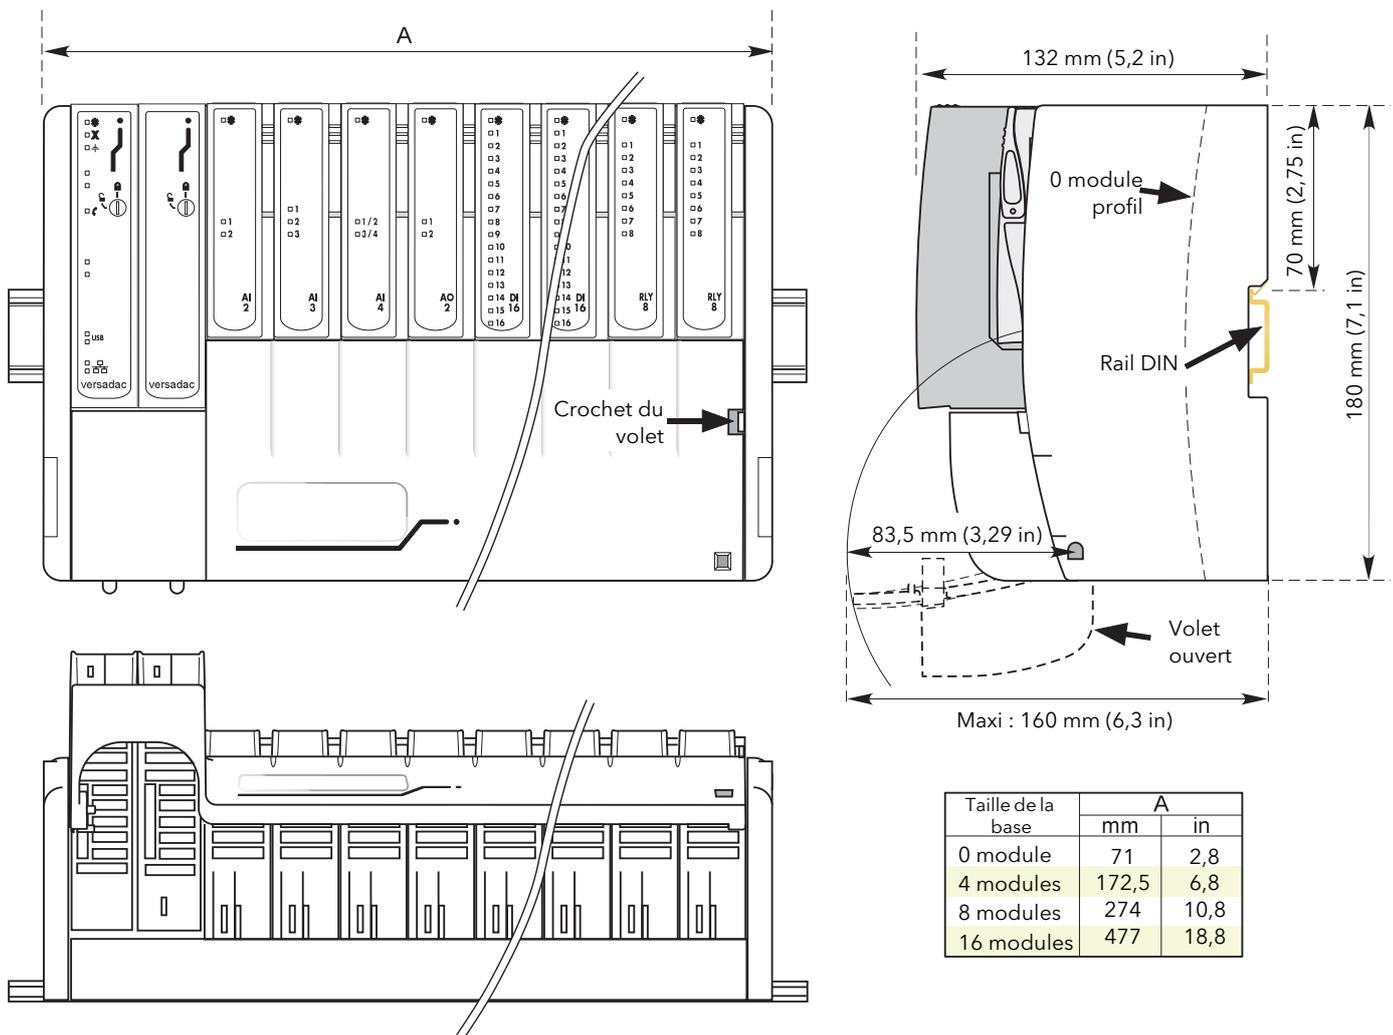
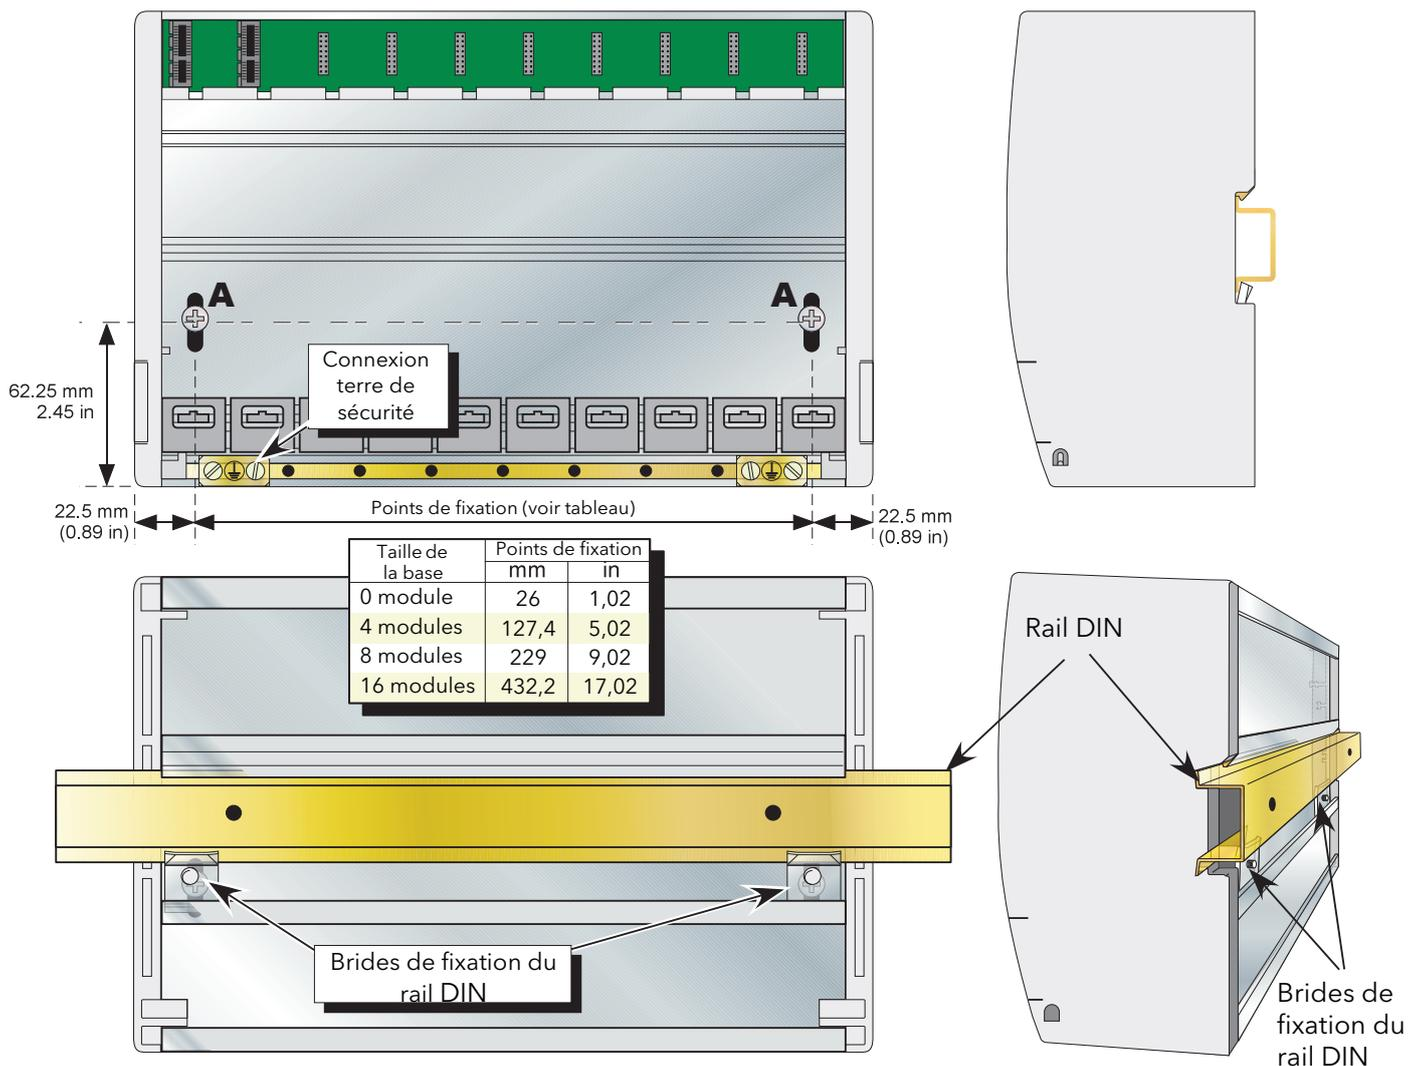

Figure 2.2a Dimensions hors tout
Figure 2.2b Détails de fixation
La figure 2.2a montre les détails des dimensions et la figure 2.2b les détails de fixation.
2. Desserrez les vis (« A », voir figure 2.2b/c) de l'unité de base, deux ou trois tours et laissez les vis, ainsi que les brides de fixation correspondantes glisser jusqu'au bas de la fente.
3. Abaissez l'unité de base sur le rail DIN de sorte que le bord supérieur du rail se loge dans la fente sous la barre de soutien (voir figure 2.2b/c).
4. Faites glisser les vis (A) et les brides correspondantes aussi loin que possible vers le haut des fentes et assurez-vous que le haut de chaque bride de fixation se loge derrière le bord inférieur du rail DIN.
1. Déposez les vis (A, voir figure 2.2b/c) et les brides de fixation correspondantes.
La figure 2.2b ci-dessus et le texte connexe donnent les détails de la terre de sécurité.